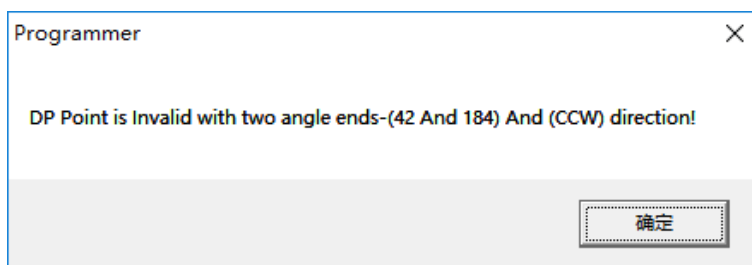

图 4.2.7
6、确认好编程参数后可点击 Linear Graph 按钮查看该设置的参数值是否合理，若有参数设置异常，则会提示类似于下图 4.2.7 中所所示的警告，根据图中信息确认 DP 点是否设置正确，或是 clockwise 是否需要勾选。